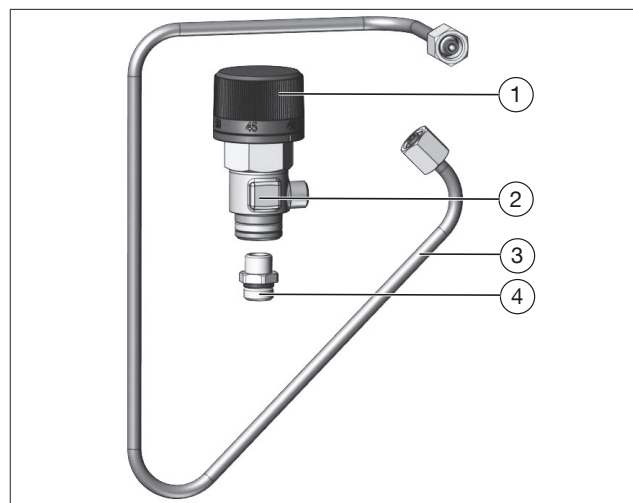
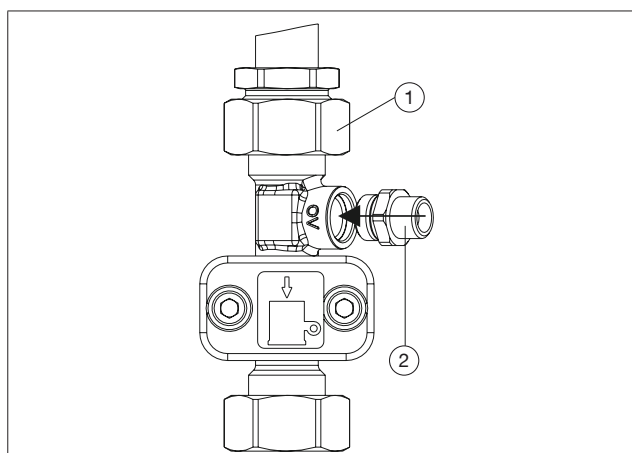
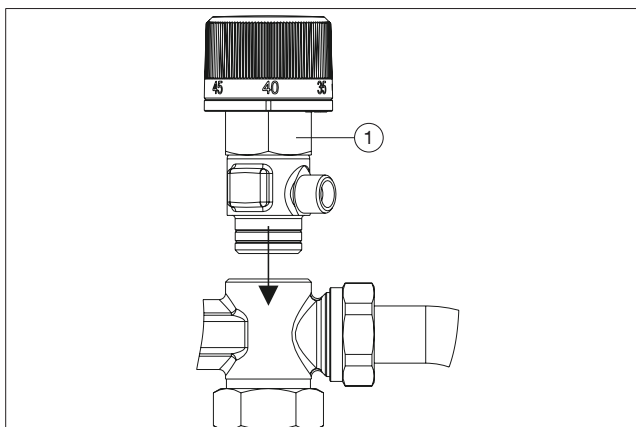
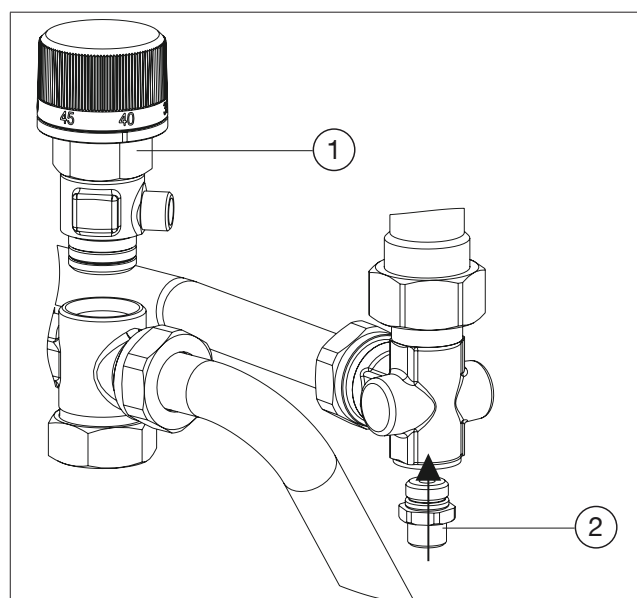

Fig. 1: Construction
Fig. 3: Montage de l'adaptateur Regudis W-HTU/TU et Regudis W-HTF
Fig. 4: Montage du robinet Regudis W-HTU/TU et Regudis W-HTF
Fig. 7: Montage du robinet et de l'adaptateur Regudis W-HTO
5. Visser l'adaptateur (voir Fig. 1) dans le corps (voir Fig. 3).
- Visser le robinet dans le distributeur (voir Fig. 4). Respecter l'orientation du robinet (le marquage blanc de la poignée manuelle doit être orienté vers l'avant). Visser le corps jusqu'à ce que le joint soit complètement recouvert par le corps, puis le raccordement est auto-étanche.
- Visser l'adaptateur (voir Fig. 1) dans l'équerre (voir Fig. 7).
- Visser le robinet dans le distributeur (voir Fig. 4). Respecter l'orientation du robinet (l'affichage 45° doit être orienté vers l'avant). Visser le corps jusqu'à ce que le joint soit complètement recouvert par le corps, puis le raccordement est auto-étanche (voir Fig. 7).